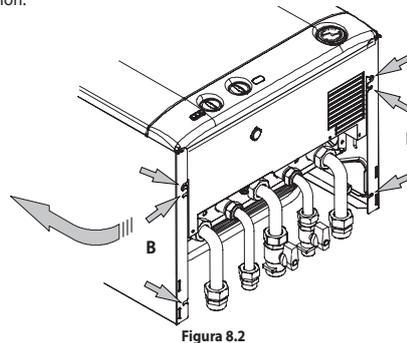

Figura 8.2
- Allentare le viti B in Figura 8.2 e togliere i due pannelli laterali spingendoli verso l'alto in modo da liberarli dai ganci superiori.